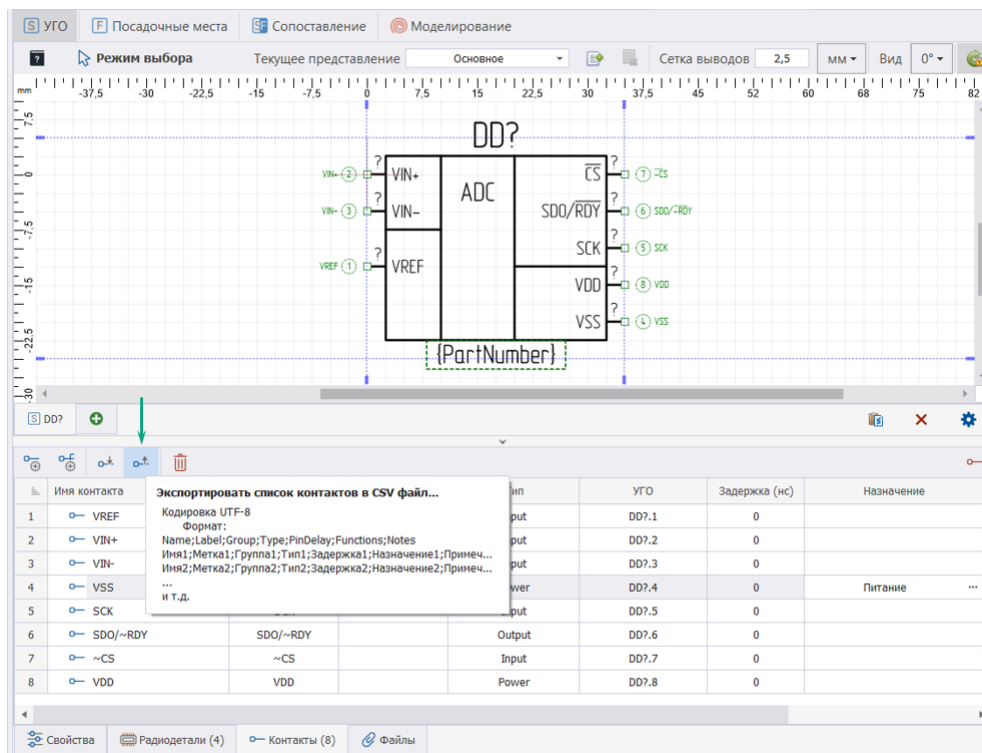

Рис. 259 Экспорт контактов
1. Нажать иконку  «Экспортировать список контактов в .CVS файл» в окне редактора компонента вкладки «Контакты», см. Рис. 259.